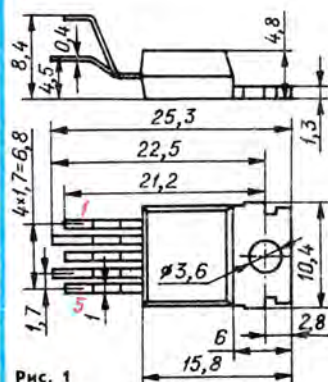
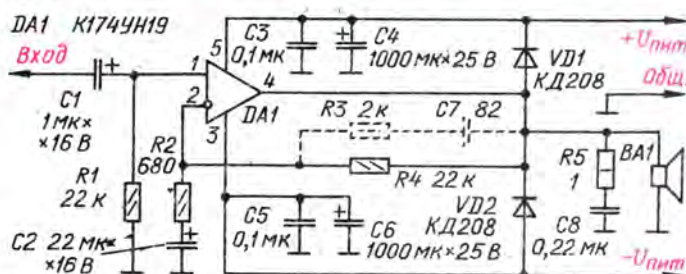

Рис. 1
Рис. 3
Прибор оформлен в пластмассовом корпусе 1501.5-1 с плоскими жесткими выводами и снабжен теплообменным медным фланцем с отверстием для монтажа на теплоотводе. Чертеж корпуса представлен на рис. 1. Масса прибора — не более 2 г.
Типовые схемы включения микросхемы К174УН19 в двух вариантах питания — двухполярным напряжением и однополярным — показаны на рис. 3 и 4 соответственно. Оба усилителя практически одинаковы по характеристикам. Рабочая час-
3. На рис. 1 (№ 7, с. 73) в схеме включения необходимо исключить ошибочную цепь R2C1 и соединить вывод 1 микросхемы через резистор R2 с выводом 15 и вывод 1 через конденсатор C1 с выводом 4.
4. Радиоприемный тракт приемника СВ, схема которого показана на рис. 3 (№ 7, с. 74), склонен к релаксации, забитию сильным сигналом, к неустойчивой работе. Здесь следует внести те же исправления, как на рис. 1.
О сопротивлении резистора R1. При использовании кабеля с волновым сопротивлением 75 Ом и согласующе-симметрирующего трансформатора с коэффициентом трансформации 4:1 входное сопротивление антенны должно быть равно 300 Ом. Такое значение входного сопротивления обеспечивается при включении в полотно антенны нагрузочного резистора R1 сопротивлением примерно 390 Ом (а не 650 Ом, как указано на рис. 1 в заметке). Резистор должен быть безындукционным, его рассеиваемая мощность должна быть не менее одной трети мощности передатчика. Авторы использовали в качестве нагрузки 20 соединенных параллельно резисторов МЛТ-2 сопротивлением 8,2 кОм каждый.